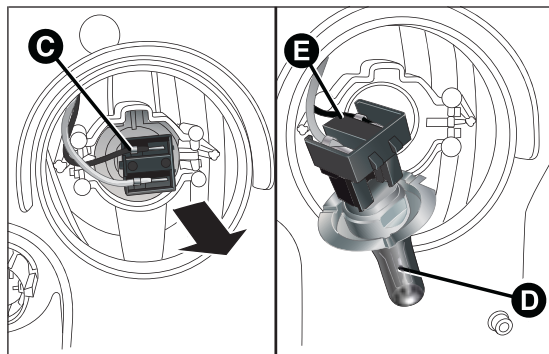

fig. 160
- ☐ rimuovere il gruppo connettore + portalampada C fig. 160 sfilandolo verso l'esterno;